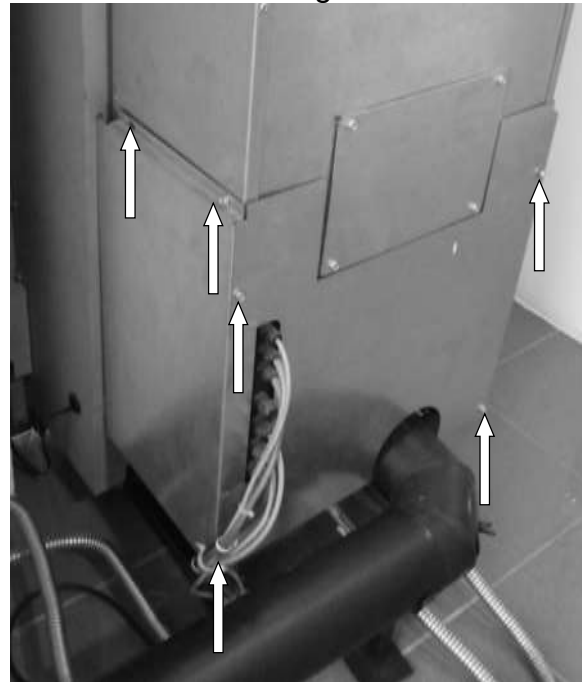

Abb. 87: Demontage Verkleidung Modell PE
- Die Schrauben der Rückwand und der rechten Verkleidung lösen (siehe Pfeile Abb. 87)